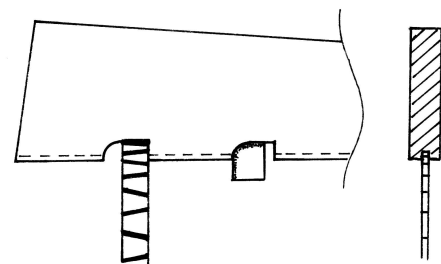

Bild 68: Einbringen der Fingerlingsanschnitte und Rillen.
3. Nachdem Baum und Blatt zusammengepaßt und verklebt sind, geht's an die Herstellung der Ausnehmungen für die Aufhängung. Den geraden Bereich übernimmt wieder die Kreissäge mit dem Querschlitten. Für den gerundeten Bereich lohnt sich die Anfertigung eines Form-Schmirgelholzes (siehe Bild 68).
4. Die partiellen Rillen zur Aufnahme der Fingerlinge gelingen meist nicht zur Zufriedenheit aller, weder bezüglich der Lage noch der Flucht. Also sind wir mal etwas großzügig. Das heißt für diesen Fall, wir bleiben gleich im Keller und führen die Rille über die gesamte Länge der Aufhängungen (siehe Bild 68). Die Verwendung eines Probestückes ist auch hier kein Fehler. Wenn das hierbei zu verwendende Metall-Kreissägeblatt mit seiner Dicke unter der Schnittbreite liegt, erreicht man auch hier die Rillenbreite durch zweimaliges Vorbeiführen (Bearbeitung auf Umschlag, wie vorgeschlagen, beim Schlitzen des Spantenpaketes). Die nach dem Einsetzen der Fingerlinge offen bleibenden Rillenpartien mit entsprechenden Leisten zu schließen, ist eine Ermessensfrage. Zu sehen sind sie jedenfalls nach Montage nicht mehr.